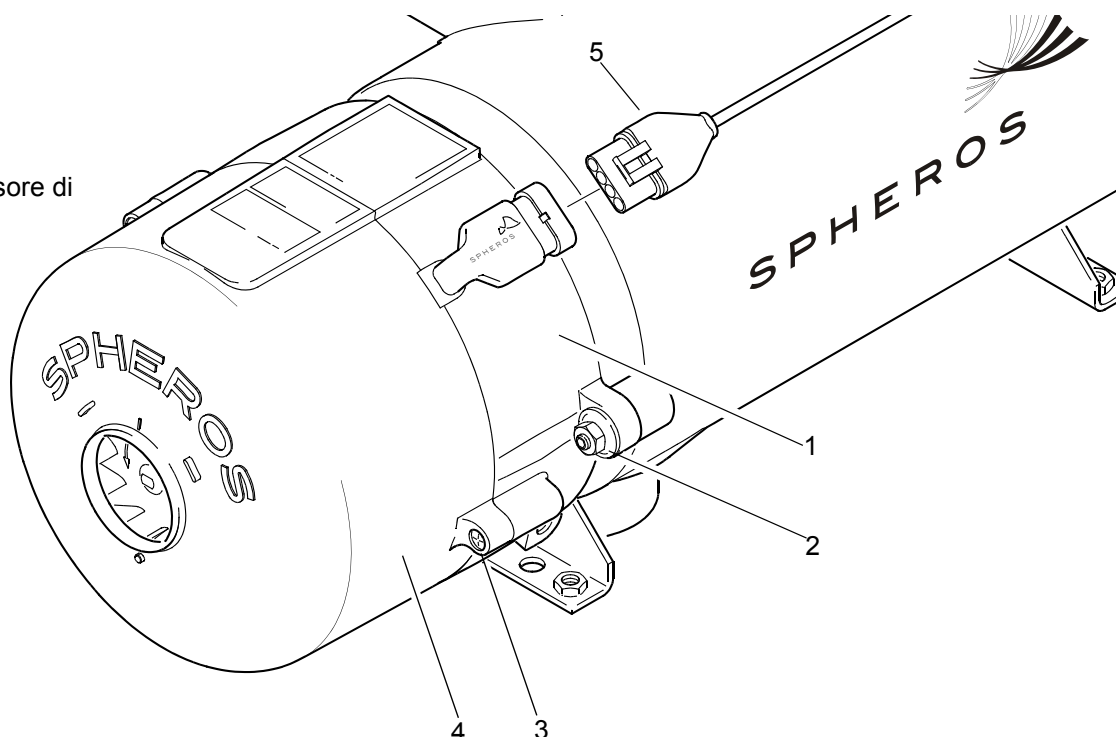

fig. 801 Smontaggio e montaggio della testa del bruciatore / della calotta
2. Staccare il connettore del sensore di temperatura (5, fig. 801).
1. Montare il bruciatore (1, fig. 801) e metterlo in posizione di montaggio, prestando attenzione al centraggio e al posizionamento corretto in sede.
2. Montare i dadi (2) e alternativamente continuare ad avvitare leggermente.
3. Serrare i dadi (2) con $7,5 + 1$ Nm.
6. Collegare il connettore del sensore di temperatura (5).
- 2 Dadi (2)
- 3 Viti (2)
3. Staccare il connettore del sensore di temperatura (5, fig. 801).
2. Serrare il sensore di temperatura (1) con $17 \text{ Nm} \pm 1 \text{ Nm}$.
3. Collegare il connettore del sensore di temperatura (5, fig. 801).
2. Staccare eventualmente il connettore del sensore di temperatura (5, fig. 801).
3. Svitare le viti (3, fig. 801).
4. Rimuovere la calotta (4).
1. Montare la calotta (4, fig. 801) e metterla in posizione di montaggio. Nel fare ciò prestare attenzione al centraggio e al corretto posizionamento in sede e fare attenzione alla tenuta sul fascio cavi del riscaldatore e all'adattatore fascio cavi.
2. Fissare le viti (3) e serrare con $2 \text{ Nm} + 0,5 \text{ Nm}$.
3. Eventualmente ricollegare il connettore del sensore di temperatura (5, fig. 801).